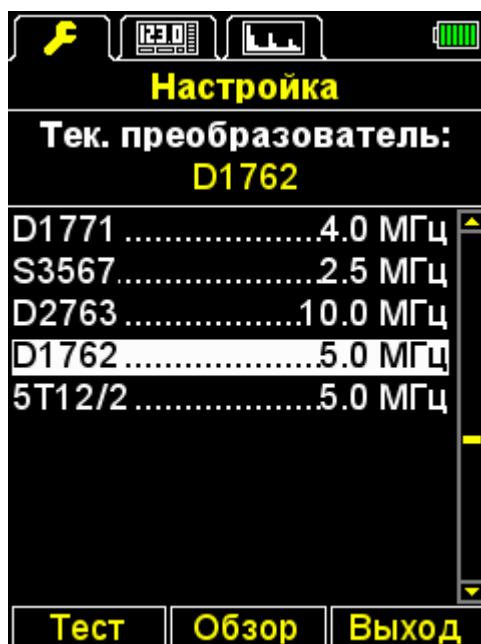

Рисунок 15
- клавишами   перейти на строку с именем подключенного ПЭП и нажать клавишу  для его выбора (рисунок 15).